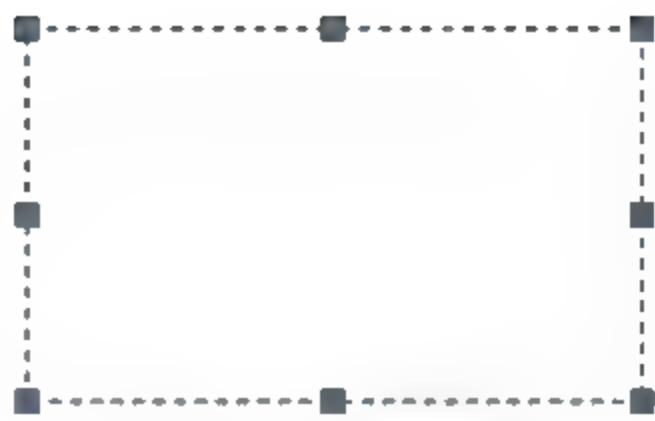

图4-120 分解矩形
**02** 单击【修改】面板中的【分解】按钮,分解矩形,结果如图4-120所示。